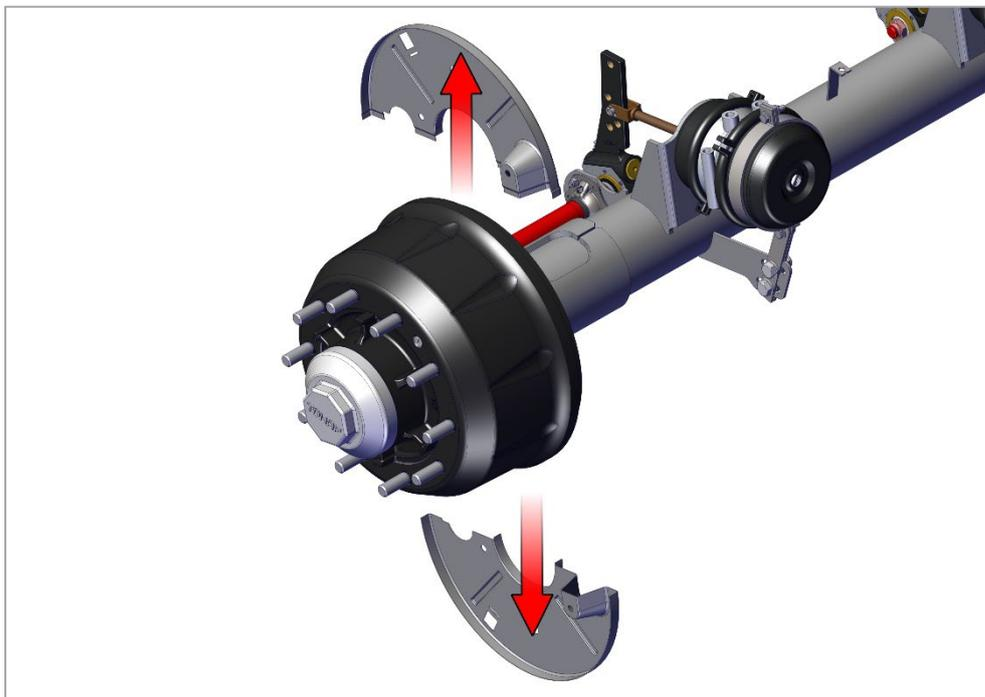

Рис. 22. Снятие грязезащитных щитков.
1) Снимите грязезащитные щитки тормозного барабана, как показано на рис. 22.